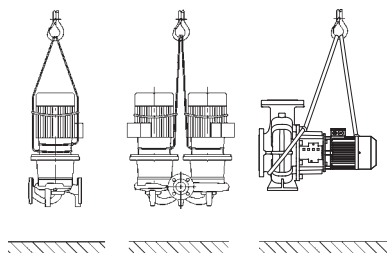

Fig. 32: Siurblio transportavimas
- Variklio transportavimo kilpos skirtos tik krovinio nukreipimui (Fig. 32).